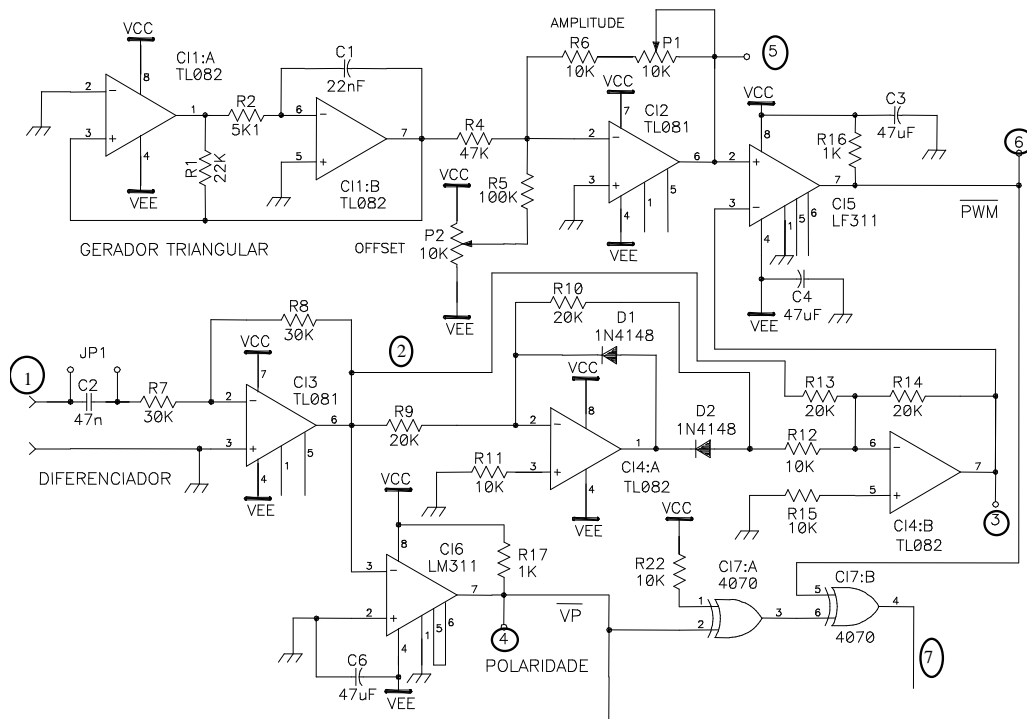
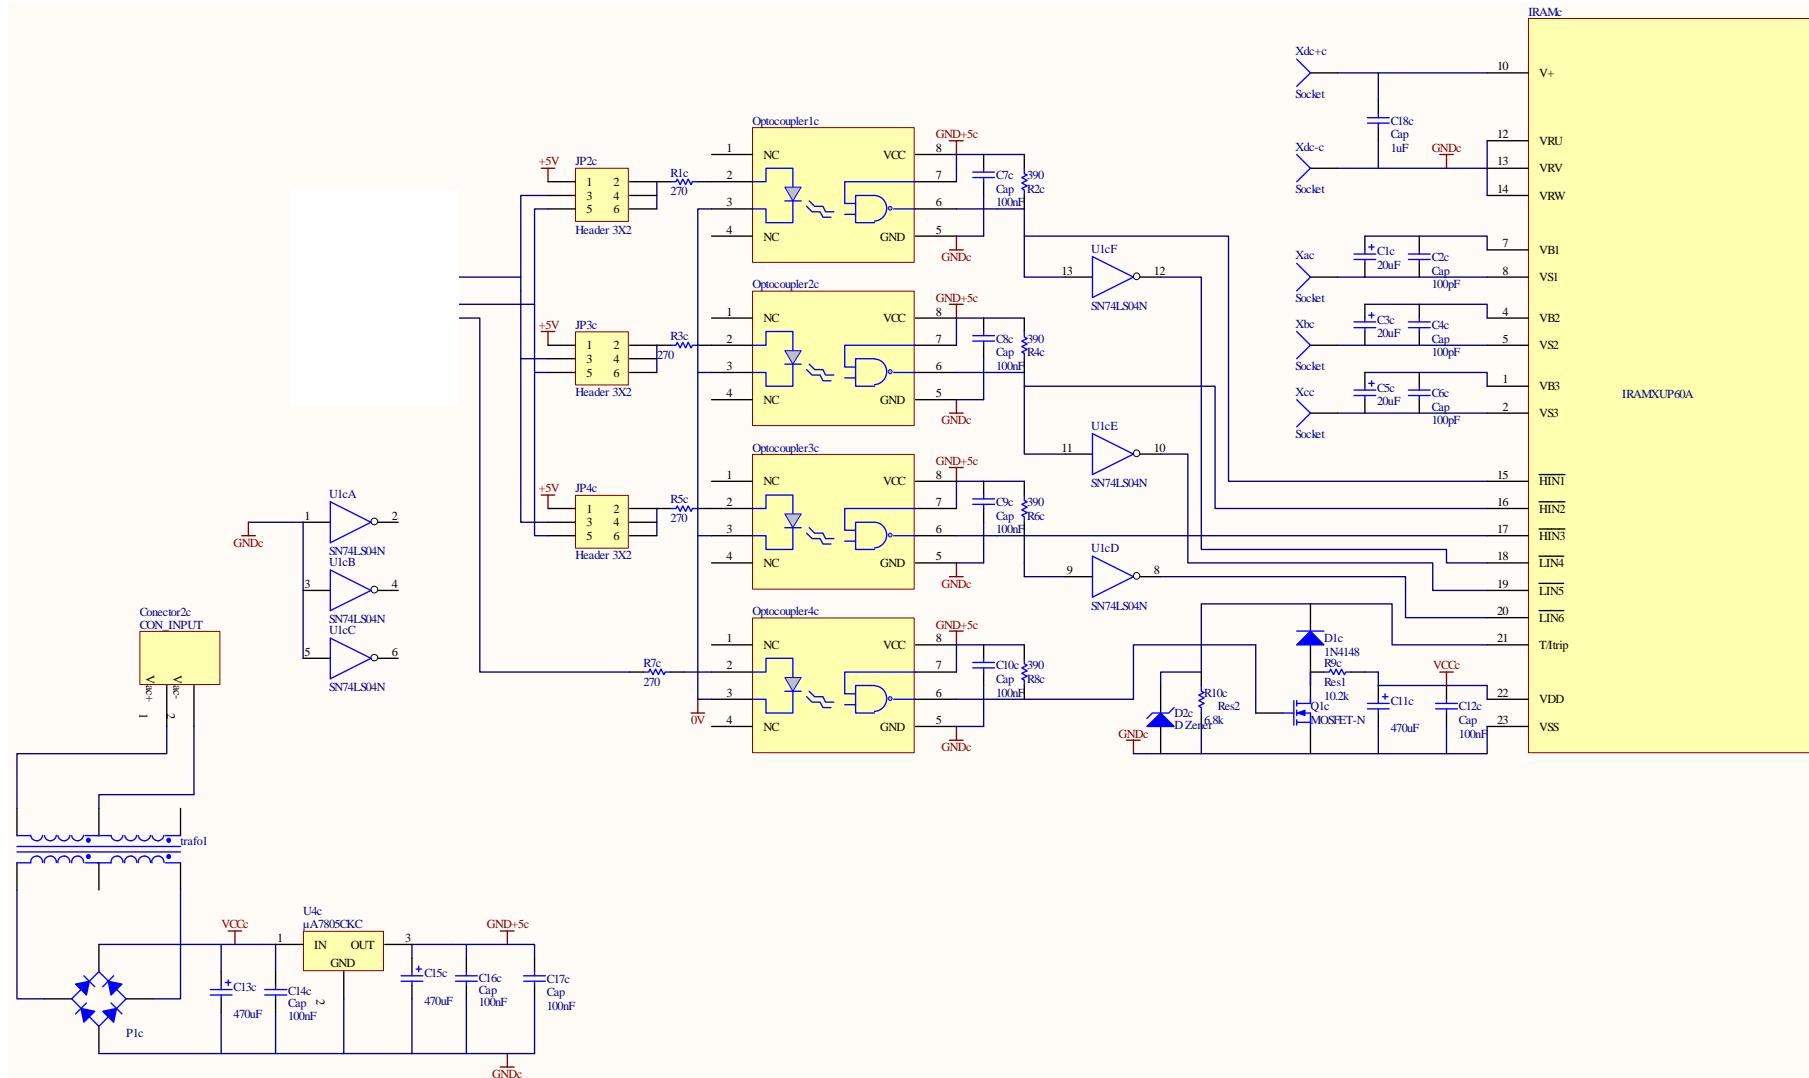
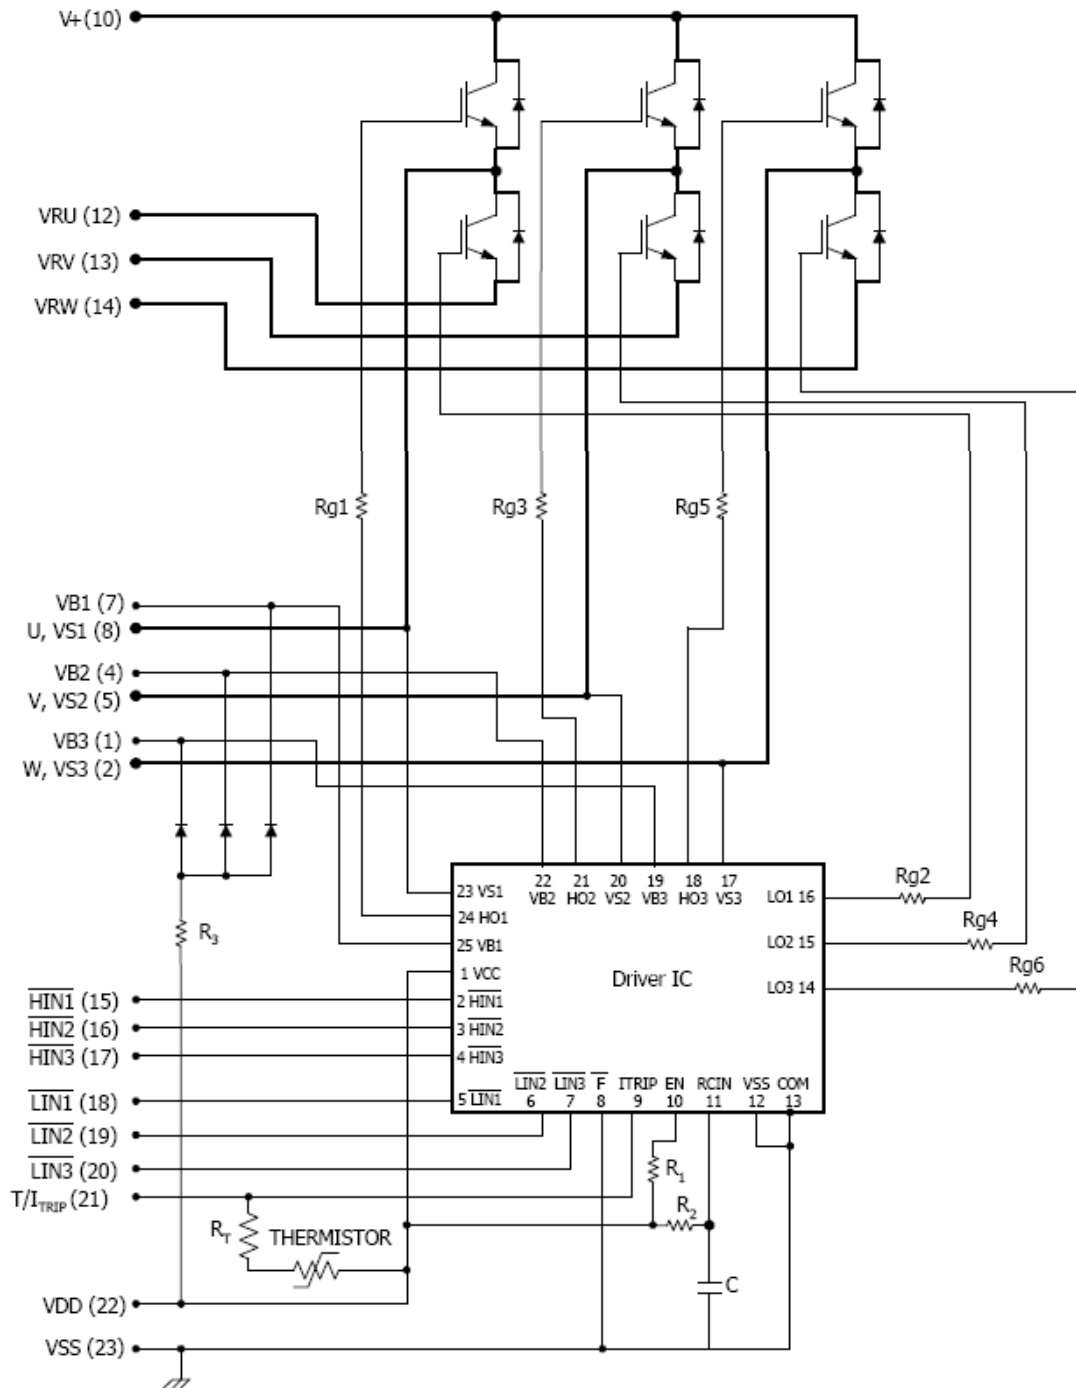

Figura 6.10 Circuito de controle.
Figura 6.12 Circuitos de acionamento e de potência.
Figura 6.13 Módulo inversor
O diagrama de blocos do circuito de controle está mostrado na figura 6.9. O circuito de geração do sinal modulado em MLP está mostrado na figura 6.10. O inversor e os circuitos de acionamento são mostrados na figura 6.12. Todas as medições são feitas em relação ao ponto 0 (“terra” da placa).
- Os sinais PWM e VP (polaridade da tensão) são entradas de um circuito lógico que faz a distribuição dos pulsos para os transistores. Veja a figura 6.12 com o respectivo circuito. Observe os pontos 4 e 7 e descreva suas funções dentro da lógica de acionamento descrita na apostila (à página 8). Use uma base de tempo de 1 ms/div.
O circuito de geração do sinal modulado em MLP está mostrado na figura 6.10. O circuito de acionamento está mostrado na figura 6.12, enquanto o módulo inversor está mostrado na figura 6.13.
Conforme mostra a figura 6.12, os sinais provenientes do circuito de controle (sinais dos pontos 4 e 7) são aplicados a isoladores óticos. O motivo desta isolação é o de aumentar a proteção dos circuitos eletrônicos em caso de falha no circuito de potência.
O módulo inversor, conforme mostra a figura 6.13, possui, além dos 6 IGBTs de potência, circuitos auxiliares para o acionamento adequado destes transistores.